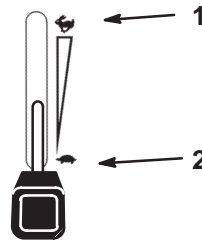

Figure 13
1. Placez la commande de PDF en position désengagée (Fig. 13).
2. Réglez la manette d'accélérateur à mi-course entre les positions de ralenti et de régime maximum (Fig. 13).